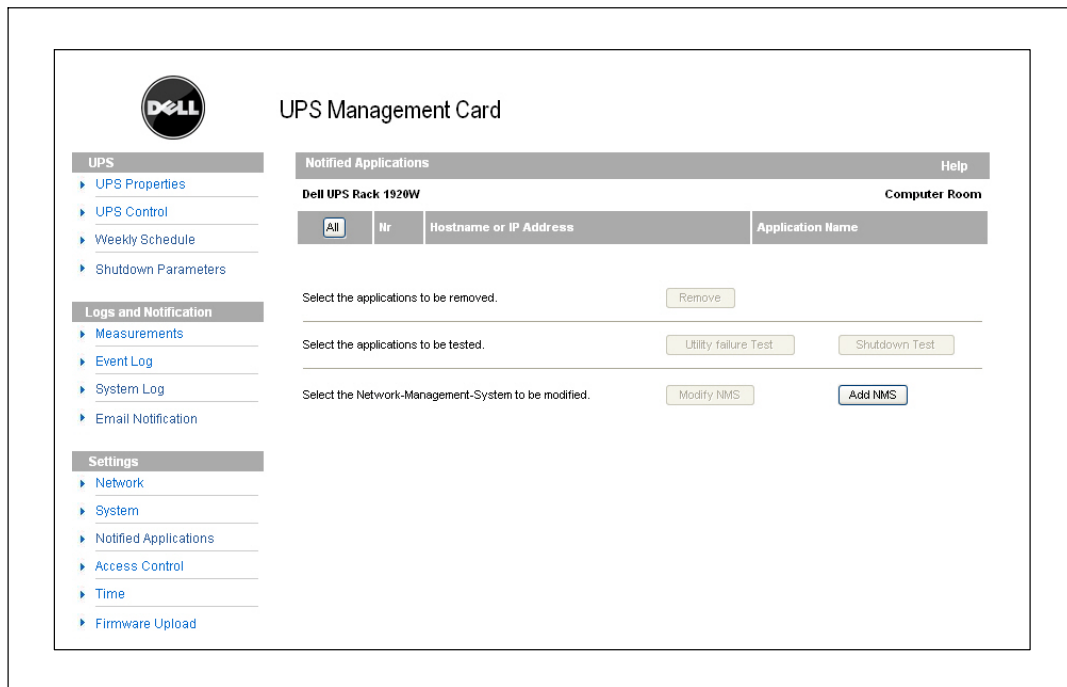

Abbildung 33. Seite Benachrichtigte Anwendungen
- 1 Wählen Sie **Benachrichtigte Anwendungen** aus der Menüleiste. Die Seite „Benachrichtigte Anwendungen“ wird geöffnet (siehe Abbildung 33).